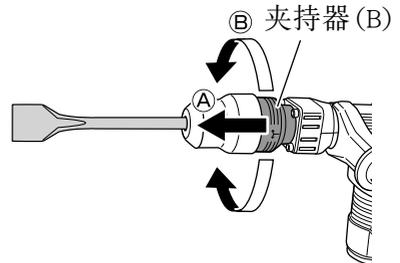
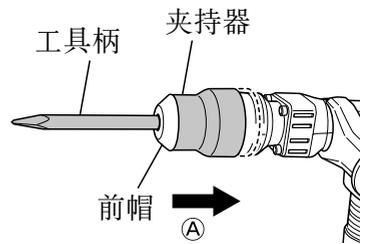

图 7
图 8
- (1) 如图 7 所示，如果在夹持器 (B) 滑动到 (A) 方向的状态下，将夹持器 (B) 向 (B) 方向转动，刀刃角度可以随意改变。
- (2) 松开夹持器 (B) 并转动工具，确保已完全卡紧。
如图 8 所示，向 (A) 的方向滑动夹持器并拉出工具。